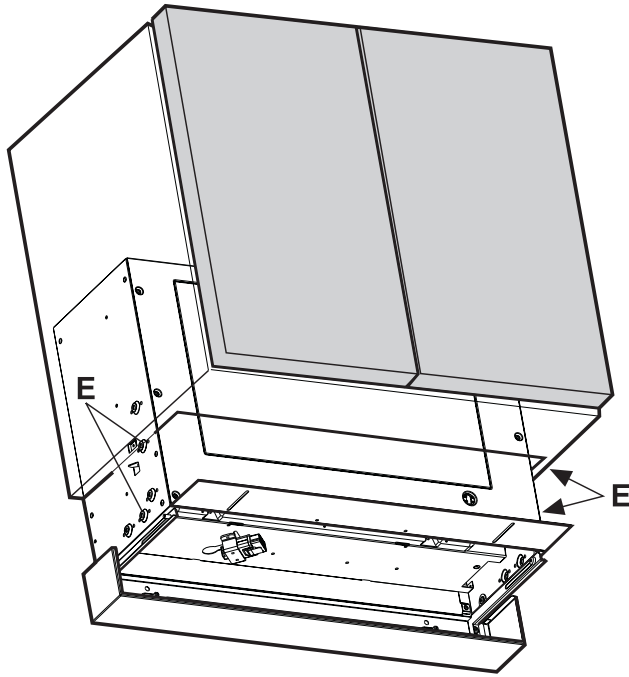
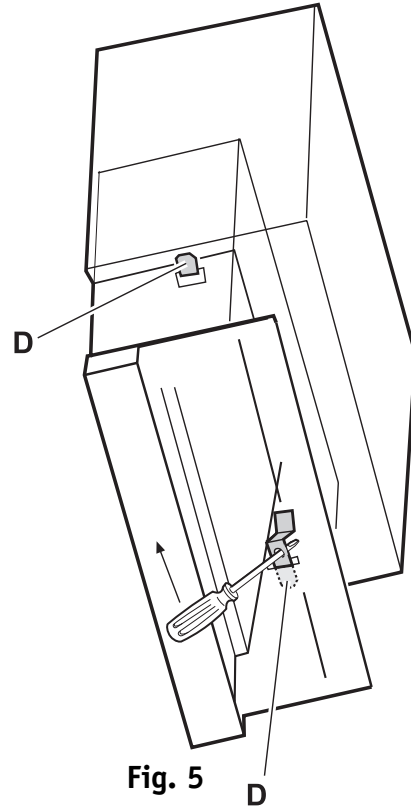
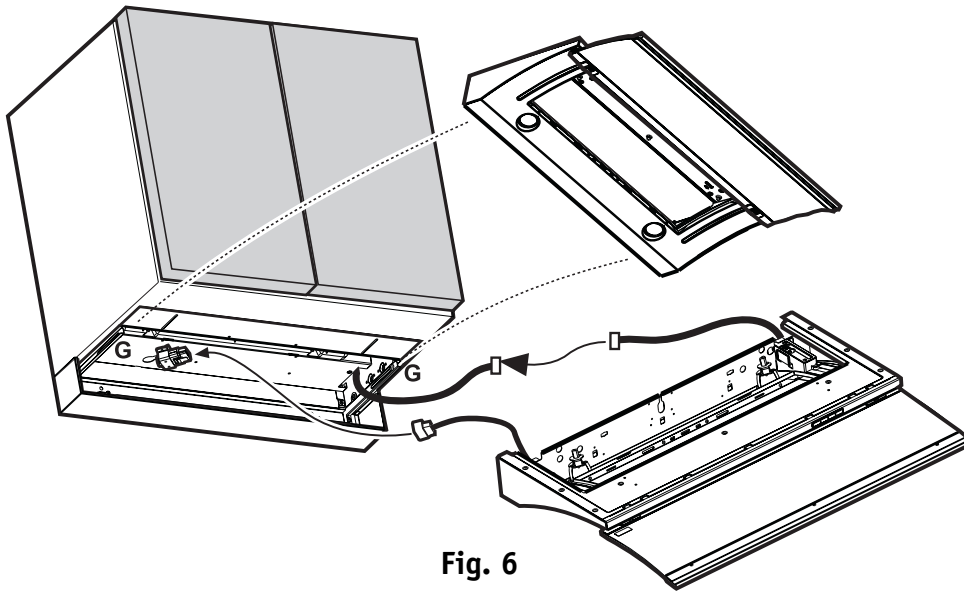

Fig. 4
Fig. 5
Fig. 6
4. Sätt in fläktkåpan's stomme inuti väggskåpet (Fig. 4) och se till att den tillfälligt hålls på plats med hjälp av sidofjädrarna **D** (Fig. 5) som skall sättas in i blindhålen, Ø 5 mm. För att göra detta trycker du sidofjädrarna inåt med hjälp av en skruvmejsel.
5. Kontrollera att skenor **G** (Fig. 6) är helt parallella med väggskåpets underkant. Sätt sedan fast fläktkåpan's stomme vid väggskåpets sidoväggar med hjälp av 4 skruvar (**E** - Fig. 4 - två per sida). Skruvarna skall skruvas in i väggskåpet **från insidan av kåpan's stommes**, i de 4 borrade Ø 2 mm blindhålen (se punkt 3).
6. Sätt lådan på fästjärnens skenor **G**. Gör därefter elanslutningen mellan lådan och fläktkåpan's stomme (Fig. 6).